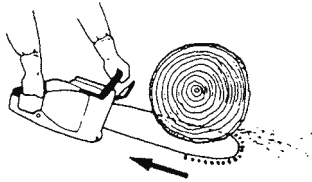

Fig. 16
- Cuando corte con la parte superior de la cadena, la fuerza reactiva empujará la sierra hacia usted tratando de alejarse de la madera que esté cortando. (Fig. 16)